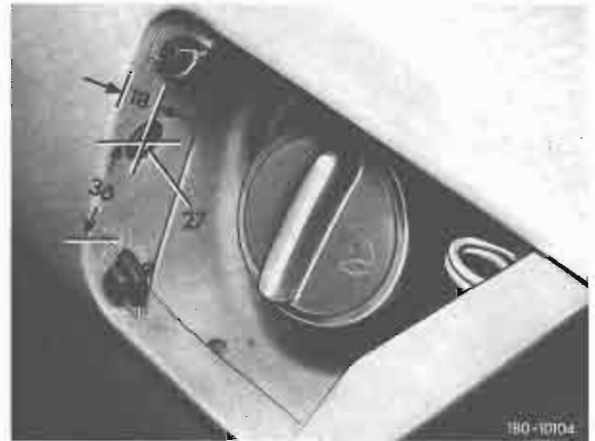

Bild 14
38 Beim Typ 107.04 Tankklappe abschrauben. Anschließend Loch für die Hülse (27) anzeichnen und mit 11 mm Durchmesser bohren (Bild 14).
39 Tankklappe (26) für Typ 107.04 lackieren und anschrauben. Anschließend Hülse (27) montieren (Bild 14).